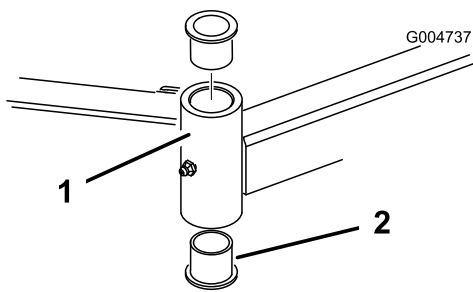

図 31
4. ピンポンチを使って、チューブの上または下からブッシュをたたき出す 図 31。もう1個のブッシュについても同様にして取り出す。チューブの内部をきれいに清掃する。